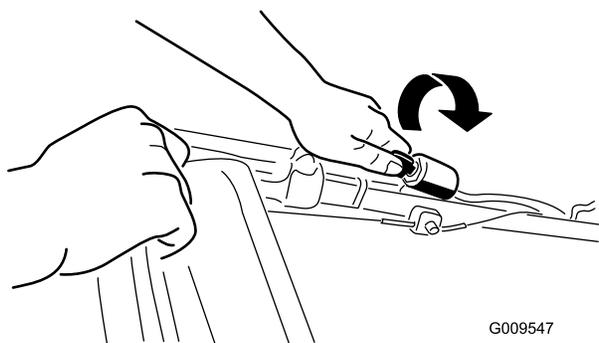
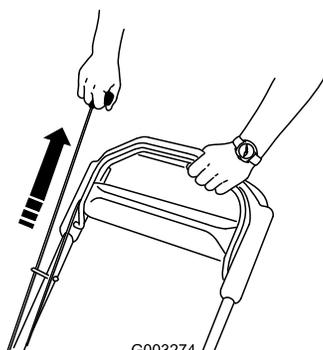

Bild 16
Bild 17
2. Drehen Sie den Zündschlüssel (Bild 16) oder ziehen Sie am Rücklaufstartergriff (Bild 17).
Hinweis: Ziehen Sie leicht am Rücklaufstartergriff, bis Sie einen Widerstand spüren. Ziehen Sie ihn dann kräftig durch (Bild 17). Lassen Sie das Seil langsam zum Holm zurücklaufen.